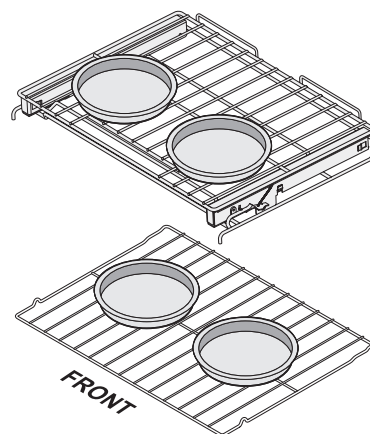

Figure 10 : Espacement des plats pour la cuisson sur deux grilles
- Placez l'ustensile comme indiqué à la Figure 10. Laissez un espace d'au moins 5 à 10 cm (2 à 4 po.) entre les ustensiles de cuisson pour permettre à l'air de bien circuler lorsque vous utilisez plusieurs grilles.